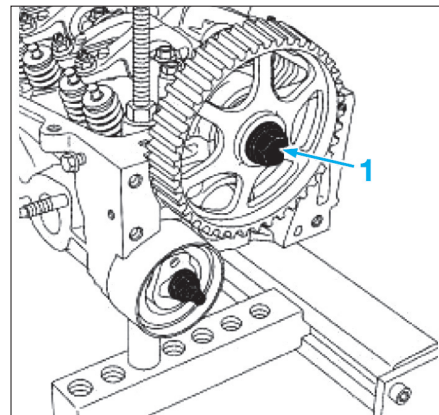

Fig. 37
- la vis de fixation (1) de la poulie d'arbre à cames à l'aide de l'immobilisateur [1] (Fig.37),